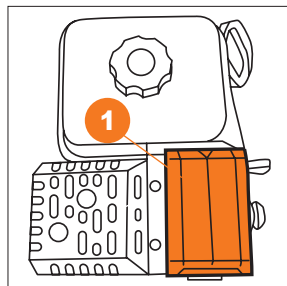

Рис. 11
- Откройте крышку ❶ отсека для аккумулятора (Рис. 11).